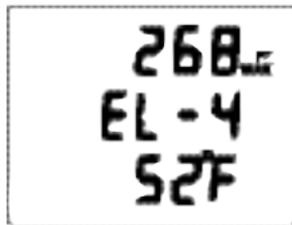

Fig. 54 - HISTORIAL 2
**HISTORIAL 2;** ésta es la información mostrada (Fig. 54):